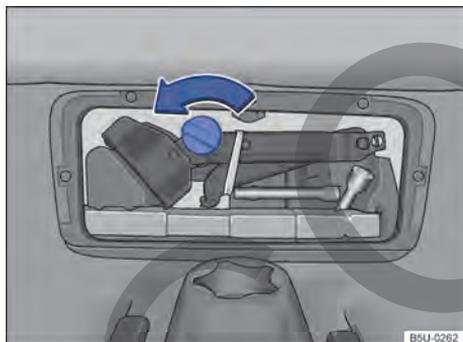

Fig. 178 Palanca de fijación de caja de herramientas de a bordo.
- Girar la palanca en sentido antihorario → fig. 178 para desbloquear el gato hidráulico y acceder a las herramientas de a bordo.